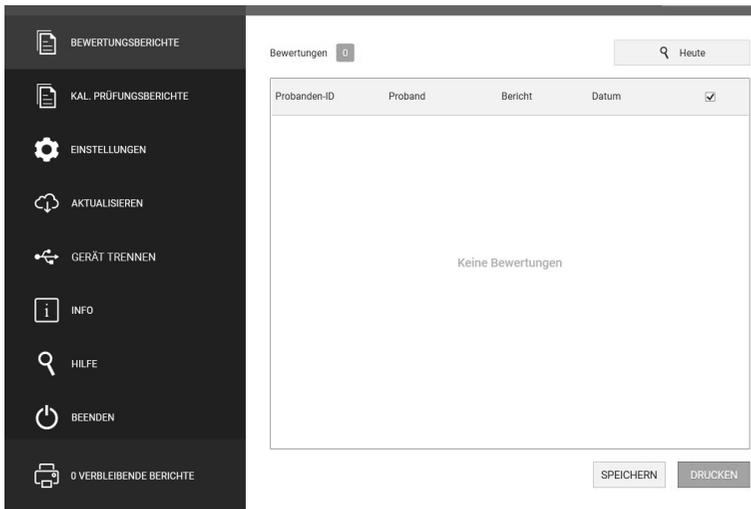

Abbildung 7
3. Device Studio sucht auf dem Gerät nach Bewertungen (siehe Abb. 7). Die verfügbaren Bewertungen werden auf dem Bildschirm angezeigt und können ausgewählt und gedruckt und/oder gespeichert werden (siehe Abb. 8).